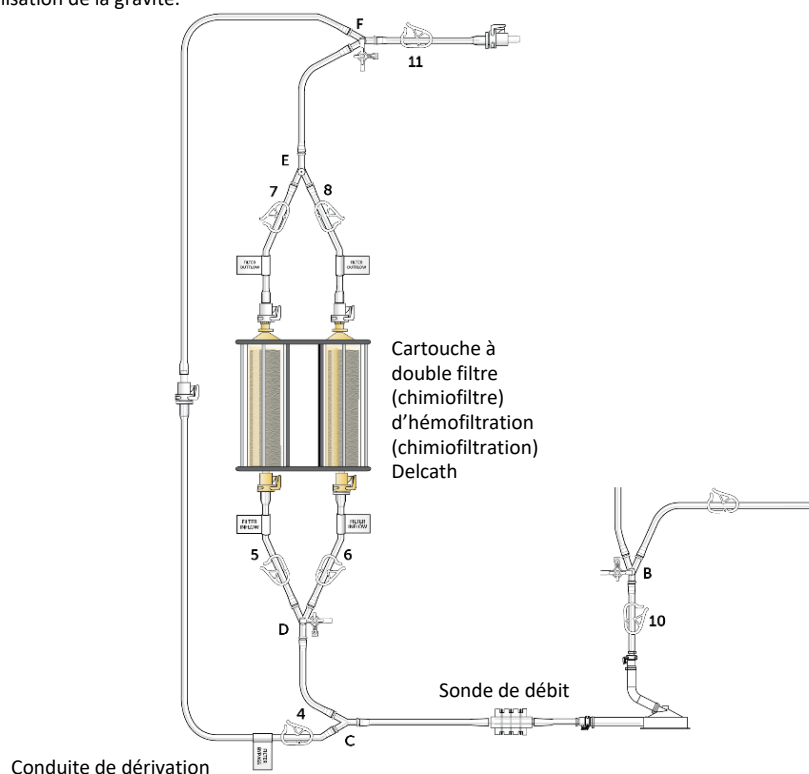

Figure 16
- (a) Fermer la pince 4 et ouvrir les pinces d'entrée du filtre (5, 6) puis les pinces de sortie du filtre (7, 8) et la pince de sortie du circuit (11) (voir Figure 16) et régler le débit de sérum physiologique hépariné dans le filtre à un taux d'environ 0,5 litre par minute. Remarque : Des hémostats (pinces) sont nécessaires pour régler le débit en cas d'utilisation de la gravité.